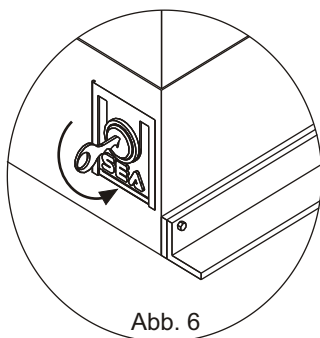

Abb. 6
- Den Schlüssel einführen und umdrehen um die Schutzklappe des Plastikhebels zu öffnen (Abb. 6).
- Den Schlüssel einführen und umdrehen, um die Schutzklappe des Plastikhebels zu öffnen (Abb. 6).